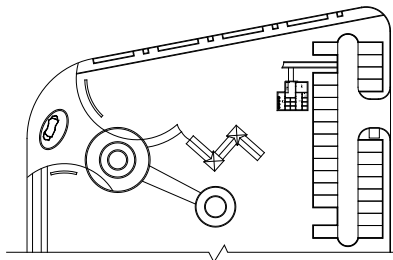

图3-65 调用素材文件
- 01 调用素材文件。按下Ctrl+O组合键，打开配套光盘提供的“第3章/3.5.9 实战——绘制园路.dwg”文件，如图3-65所示。